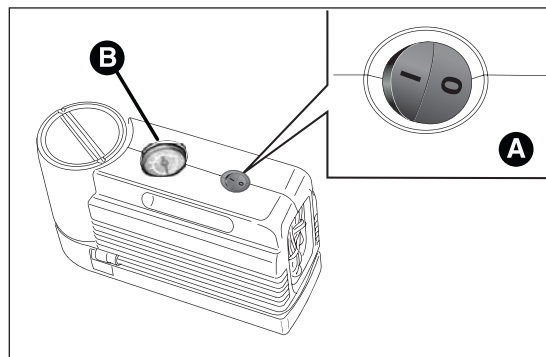
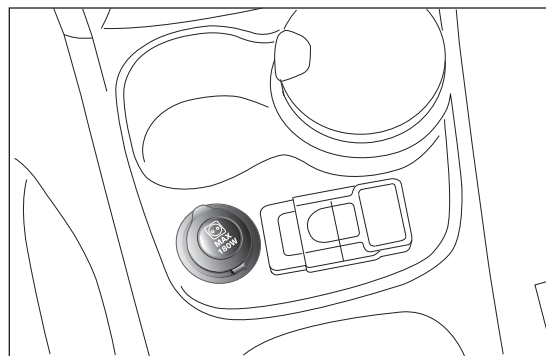

fig. 111
fig. 112
- ❑ assicurarsi che l'interruttore A fig. 111 del compressore sia in posizione 0 (spento), avviare il motore, inserire la spina nella presa di corrente ubicata sul tunnel centrale fig. 112 e azionare il compressore portando l'interruttore A in posizione I (acceso). Gonfiare il pneumatico alla
pressione prescritta nel paragrafo "Pressione di gonfiaggio" nel capitolo "Dati Tecnici". Per ottenere una lettura più precisa, si consiglia di verificare il valore della pressione sul manometro B fig. 111 con compressore spento;